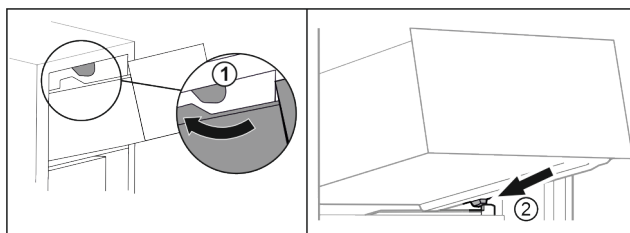

Fig. 16
- ▶ Ved'te zásuvku podél horních zářežek Fig. 16 (1).
- ▶ Nasaďte zásuvku šikmo za dolní zářežky na žebrování na nádoby Fig. 16 (2).